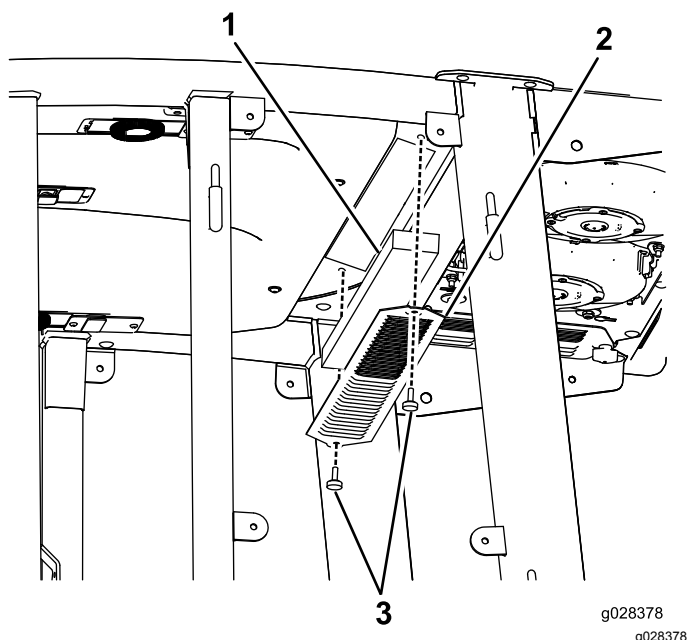

Figura 123
3. Retire o teto da cabina removendo os 22 parafusos que prendem o teto (Figura 123).
4. Retire os filtros (Figura 123).
5. Retire e limpe as bobinas do ar condicionado (Figura 123).